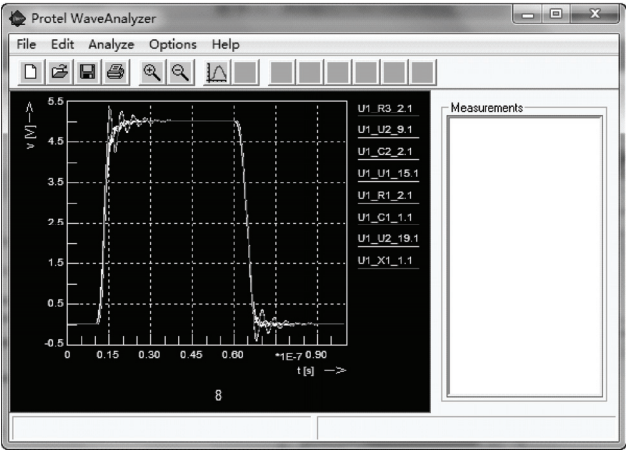
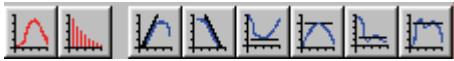

图 7-45 波形分析器主窗口
图 7-46 计算参数的快捷按钮
1) 选择 “Simulation” → “Reflection” 命令后，系统弹出如图 7-45 所示的波形分析器主窗口。
除此之外，还可以使用波形编辑器提供的快捷按钮，如图 7-46 所示。这些快捷按钮和图 7-45 中的“Analyze”子菜单一一对应。
3) 波形编辑器可以很方便地对波形进行 FFT 变换。如图 7-47 所示，这是对图 7-45 的一个波形进行的 FFT 变换和波形参数值。